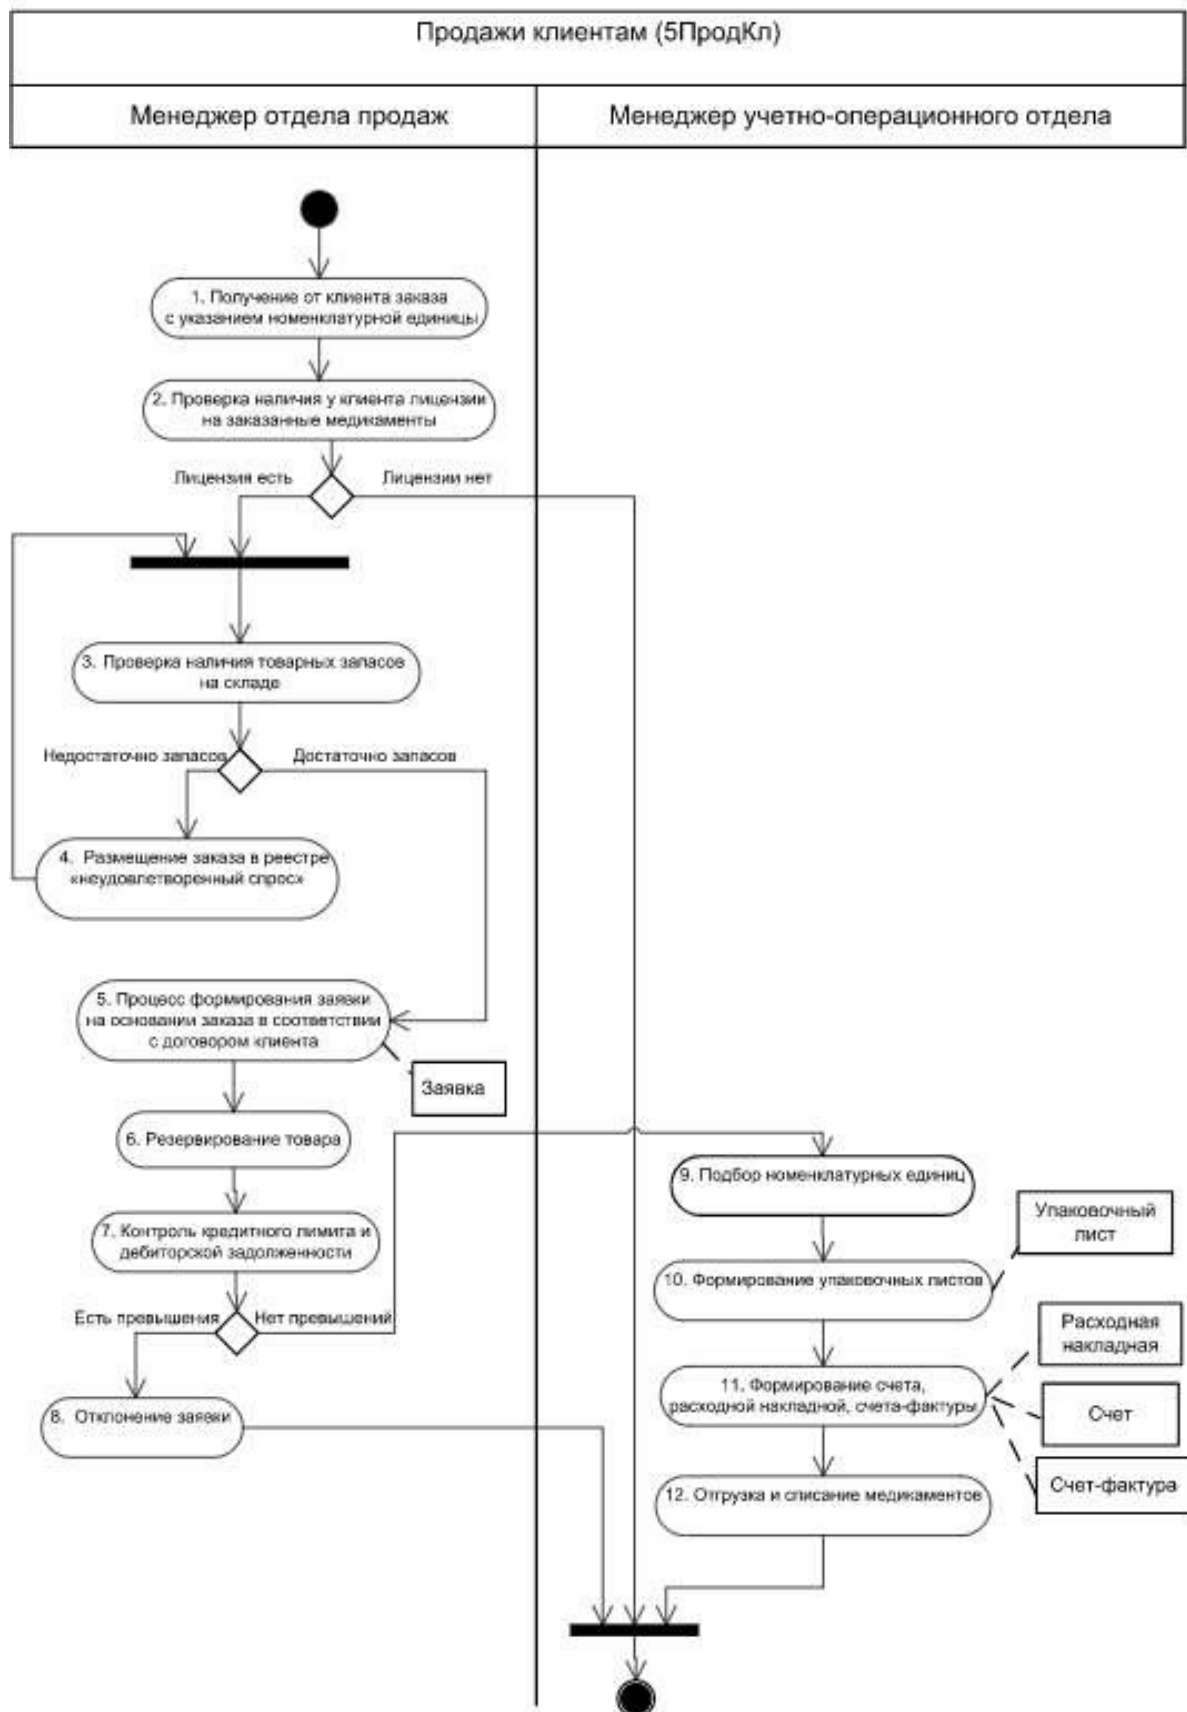

Рис. 15. Диаграмма действий бизнес-процесса «Продажи»
Общий вид диаграммы действий бизнес-процесса «Продажи» представлен рис. 15.
1. В графе 1 проставьте краткое наименование диаграммы — 5Прод\_Кл. Кроме того, в этой графе в каждой строке укажите номер операции, соответствующий изображению на диаграмме действий (рис. 15).